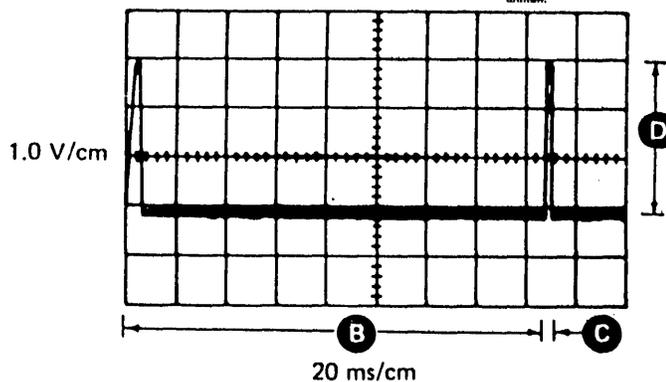

Figure F-35. Diskette Speed Check
F.3.6.1 Diskette Speed Service Check (Figure F-35)